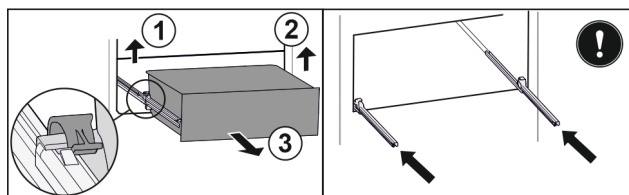

Fig. 129
- ▶ Dvignite levo spojko in hkrati povlecite predal levo naprej. *Fig. 129 (1)*
- ▶ Dvignite desno spojko in hkrati povlecite predal desno naprej. *Fig. 129 (2)*
- ▶ Predal vzemite ven v smeri naprej. *Fig. 129 (3)*